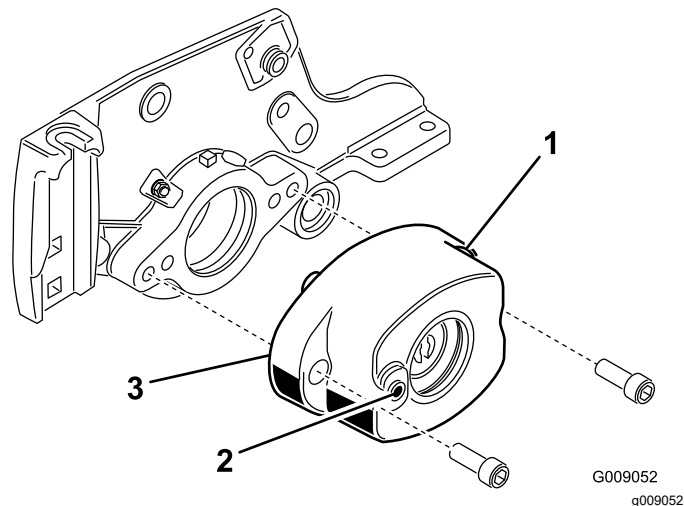

**Figura 5**
5. Esclusivamente sul kit spazzola per rulli modello 03668 installate l'o-ring giallo sull'alloggiamento della spazzola per rulli (Figura 5).